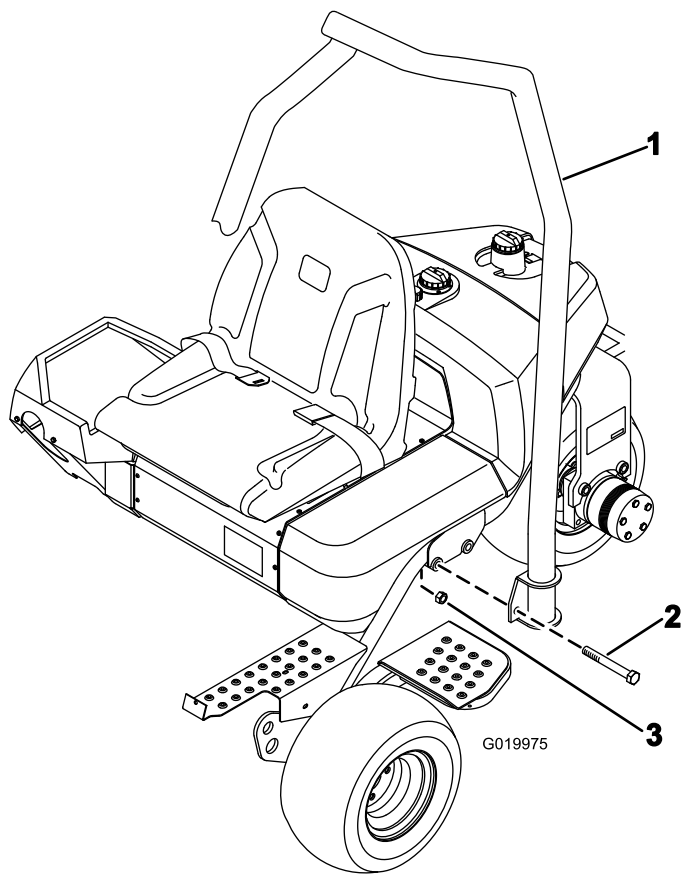

Figura 4
1. Poziționați bara antiruliu astfel încât partea superioară a tubului să fie curbată spre partea din față a mainii (Figura 4).
2. Coborâți bara antiruliu pe cadru, aliniind-o cu orificiile de montare (Figura 4).
3. Fixați fiecare parte a barei antiruliu pe cadru cu 2 uruburi ( $\frac{5}{8}$  x 4- $\frac{1}{2}$ " ) i contrapiulițe, aa cum se arată în Figura 4.